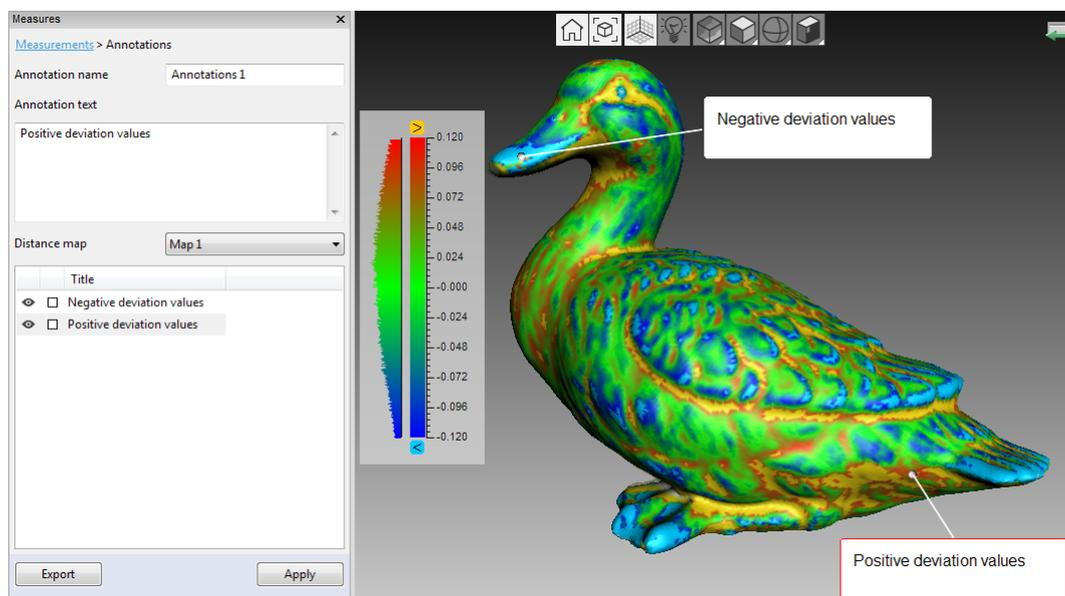

Abbildung 119: Anmerkung zu einem Modell mit überlagerter Flächen-Abstands-Karte.
Mit Hilfe der Werkzeuge *Anmerkungen* lassen sich beachtenswerte Oberflächen und Flächen-Abstands-Karten markieren. Eine Anmerkung kann aus einem oder mehreren rechteckigen Labeln bestehen, von denen Verbindungslinien zu den entsprechenden Oberflächenelementen weisen (siehe *Abb. 119*).
5. Um ein neues Label zu erzeugen, die Schritte 3 und 4 wiederholen. Zusätzlich zur Kennzeichnung der Oberfläche erscheint jedes neue Label in der Anmerkungsliste im Bedienfeld *Messen* (siehe Abb. 119). Label können in der Liste angezeigt oder verborgen werden. Auch kann die Farbe geändert werden, und zwar durch Drücken auf **RMB** und Selektieren der passenden Option im Menü. Alternativ das Selektions-Merkmal  umschalten oder auf den quadratischen Knopf klicken, um Label anzuzeigen/zu verbergen, oder deren Farbe zu ändern.
- Das Label im Fenster *3D-Ansicht* selektieren, wobei die Umrandungsfarbe nach Rot wechselt (siehe selektiertes Label in Abb. 119). Die Taste **Del** key drücken.